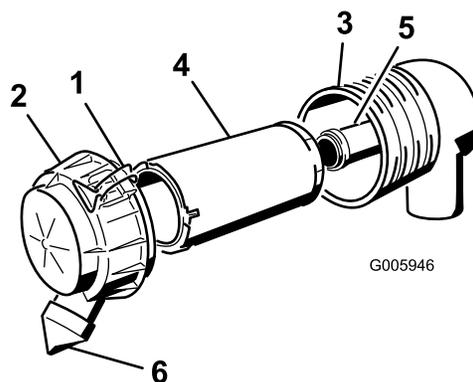

Figura 29
3. Rilasciare i dispositivi di fermo del filtro dell'aria e togliere il coperchio dal corpo del filtro (Figura 29).
6. Estraiete con cautela il filtro primario dal corpo del filtro dell'aria (Figura 29). Non urtate il filtro contro il corpo.
9. Se sostituite il filtro di sicurezza, fate scorrere delicatamente il nuovo filtro nel corpo del filtro (Figura 29).
10. Montate con cautela il filtro primario sul filtro di sicurezza (Figura 29). Verificate che sia inserito a fondo, premendo sul bordo esterno del filtro mentre lo si inserisce.
11. Montate il coperchio del filtro dell'aria con il lato contrassegnato UP (alto) rivolto in alto, quindi fissate i dispositivi di fermo (Figura 29).